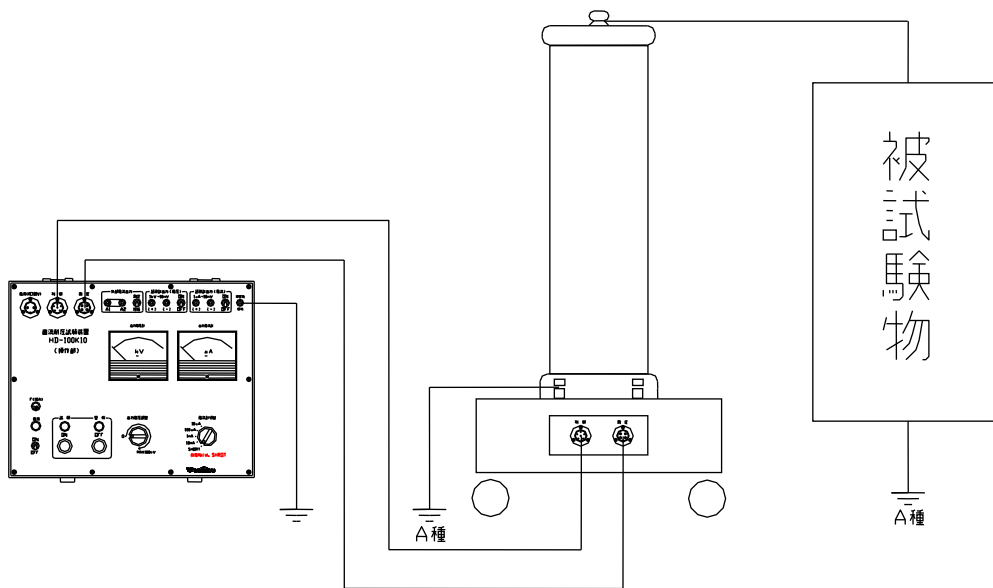

図 1：耐圧試験回路図
- 1) 試験回路図1の結線図を参考にして、結線して下さい。